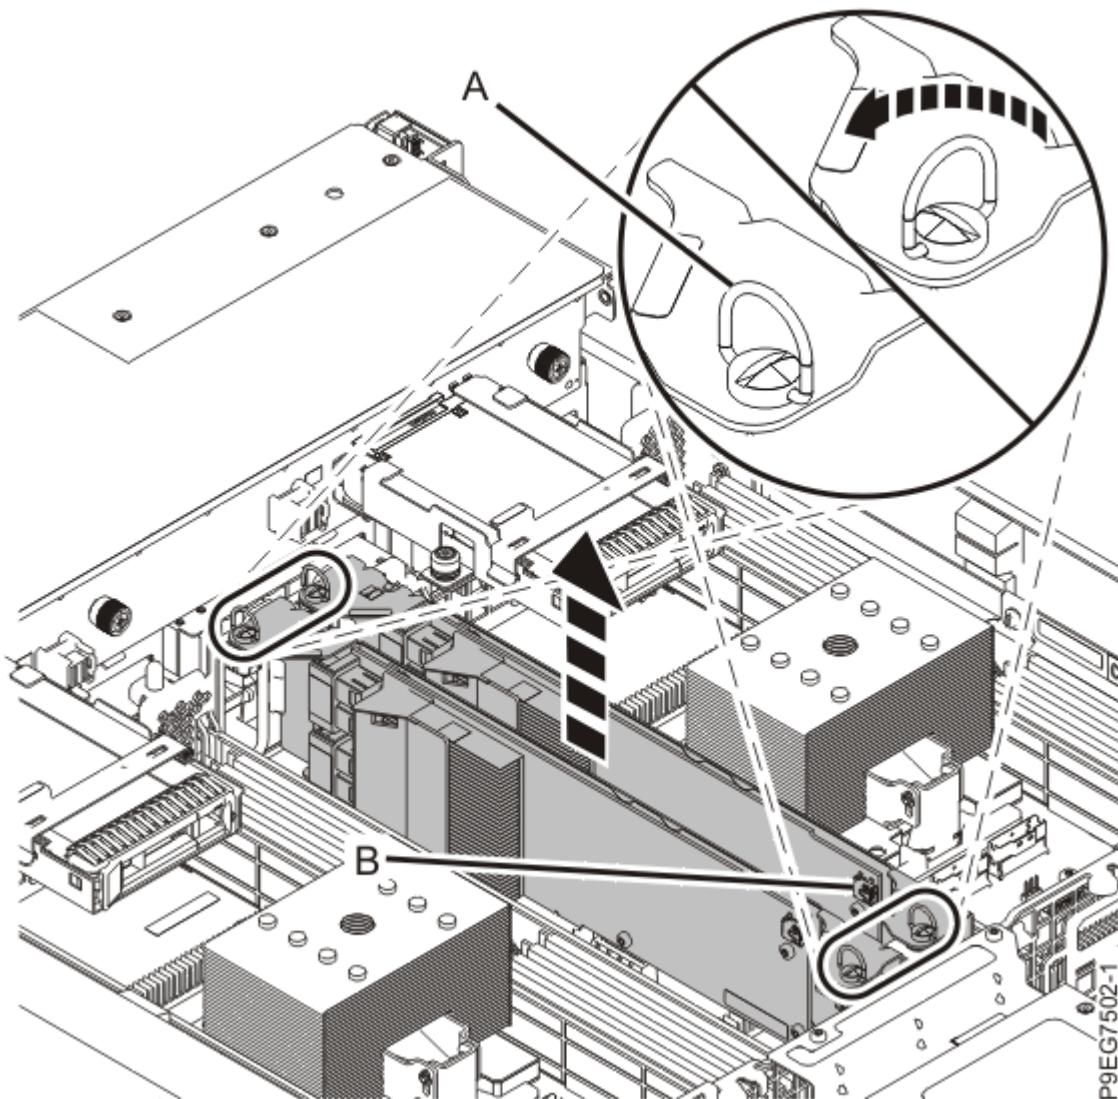

図 22. SAS RAID アダプターの取り外し
7. 前面 SAS ケーブルは、このアダプターに接続したままにします。ねじ (A) を反時計方向に回転して、SAS RAID アダプターを解放します。SAS RAID アダプターと前面 SAS ケーブルの両方を持ち上げて、スロットから外します。SAS RAID アダプターをスロットから持ち上げる際に、前面 SAS ケーブルがどのコンポーネントとも引っ掛かっていないことを確認します。28 ページの図 22 を参照してください。